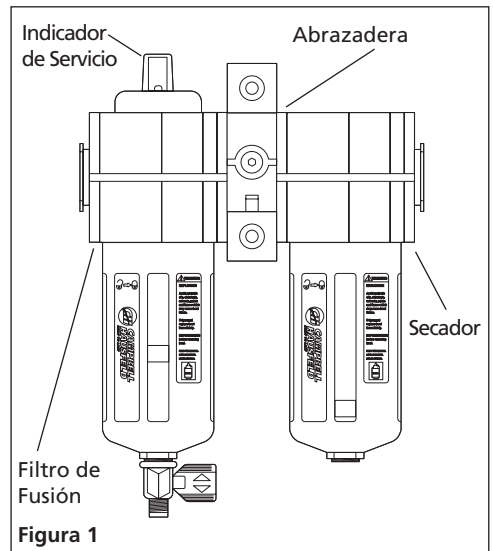

Figura 1
- 4. Para reemplazar el filtro de fusión - El indicador de servicio del filtro de fusión (mostrado en la Figura 1) le indicará cuando necesita reemplazarlo. Cuando el indicador esté en rojo debe reemplazar el